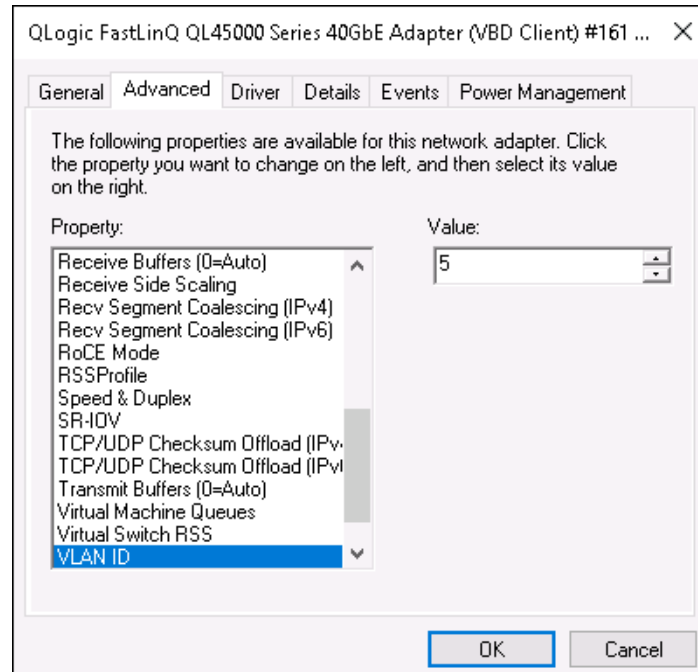

Abbildung 9-12. Erweiterte Eigenschaften: Einstellen der VLAN-ID
- Wählen Sie auf der Seite „Advanced properties“ (Erweiterte Eigenschaften) des Adapters (Abbildung 9-12) unter **Property** (Eigenschaft) die Option **VLAN ID** (VLAN-ID) aus und legen Sie den Wert fest.